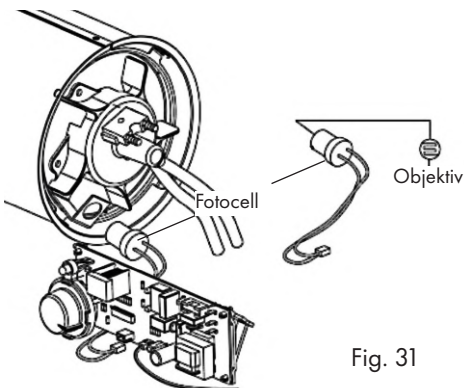

Fig. 31
- Ta först bort topplocket (2) och luftintaget (15) för att få tillgång till brännarkammaren.
- Dra ut fotocellen, se bild 31